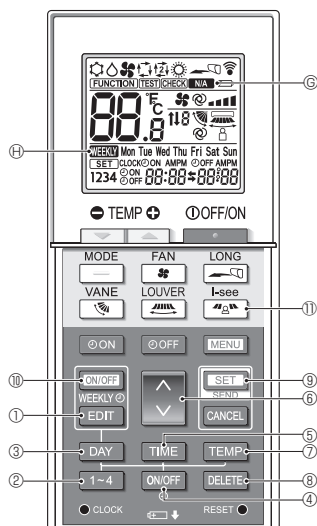
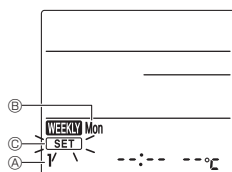

Fig. 4-3
Fig. 4-4
**<Przełączanie w tryb edycji>** (Fig. 4-3, Fig. 4-4)
- Ikona **SET** ⑨ będzie migać.
Nacisnąć przycisk **1-4** ②. (Fig. 4-3, Fig. 4-4)
- Każde naciśnięcie przycisku **1-4** ② zmienia numer schematu ④ w następującej kolejności: 1 → 2 → 3 → 4.
Nacisnąć przycisk **DAY** ③. (Fig. 4-3, Fig. 4-4)
- Każde naciśnięcie przycisku **DAY** ③ zmienia dzień tygodnia ⑤ w następującej kolejności: Mon → Tue → Wed → Thu → Fri → Sat → Sun → All days.
1. Nacisnąć przycisk **ON/OFF** ④. (Fig. 4-3, Fig. 4-5 ⑤)
- Po każdym naciśnięciu przycisku **ON/OFF** ④ ustawienie przełącza się między **ON** a **OFF**.
2. Nacisnąć przycisk **TIME** ⑤. (Fig. 4-3, Fig. 4-6)
- Naciskać przycisk **↓** ⑥, aby ustawić czas pracy.
3. Nacisnąć przycisk **TEMP** ⑦. (Fig. 4-3, Fig. 4-7, Fig. 4-8)
- Naciskać przycisk **↑** ⑥, aby ustawić temperaturę.
- W trybie AUTO (podwójna nastawa) nacisnąć przycisk **TEMP** ⑦, aby przełączać między górną granicą ⑤ i dolną granicą ⑥.
**<Usuwanie ustawień>** (Fig. 4-3)
**<Przesyłanie ustawień>** (Fig. 4-3)
**<Włączanie programatora tygodniowego>** (Fig. 4-3)
- Nacisnąć przycisk **ON/OFF** ⑩.
- Programator tygodniowy działa, kiedy jest wyświetlana ikona **WEEKLY** ⑪.
- 4.7. Czujnik i-See** (Fig. 4-3)